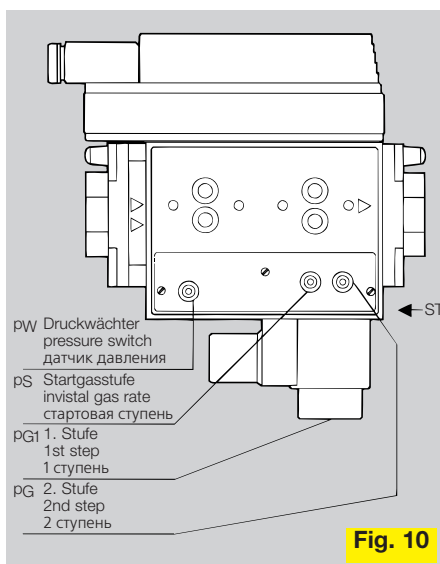

Fig. 10
der Druckregler durch Lösen einer Verschlußschraube (ST) in Startgasstellung gehalten werden (Fig. 10). Nach Einstellung Verschlußschraube wieder festziehen. Nach ca. 3 - 12 s Haltezeit gedämpfter Druckanstieg von p_S auf p_{G1} 1. Stufe (Fig.11). Mit dem Anlegen der Spannung an die Magnetspule Antrieb „Z“ steigt der Ausgangsdruck p_G bis auf den eingestellten Wert der 2. Stufe (Fig.11).
coil(s), valves 1 and 2 open. For the adjustment of the start gas pressure, the governor can be kept in the start gas position by loosening the screw plug (ST) (Fig. 10). Following the precision adjustment retighten screw plug. After approx. 3 - 12 s damped pressure increase from p_S to p_{G1} 1st step (Fig.11). When applying voltage to the solenoid coil actuator "Z" the outlet pressure p_G increases up to the set value of step 2 (Fig.11).
2 клапаны. Для настройки начального давления регулятор давления может поддерживаться в стартовом положении при ослаблении резьбовой заглушки (ST) (Fig. 10). После точной регулировки снова завернуть заглушку. Через примерно 3 - 10 с выдержки происходит плавное повышение давления с p_S до p_{G1} (Fig.11). При подаче напряжения на электромагнитную катушку привода "Z" выходное давление p_G повышается до установленного значения 2 ступени (Fig.11). При размыкании цепи, например, термостатом, выходное давление p_G снова понижается до значения 1 ступени.
Achtung! Zur Einstellung der 1. Stufe mittels Imbusschlüssel SW, 2,5 muß 25 mm Freiraum zur Verfügung stehen (Fig. 10). Die Drücke p_S und p_G 2. Stufe werden auf
Attention! The adjustment of the 1st step via Allen key SW, 2.5 requires 25 mm free space (Fig. 10).
Внимание! для установки 1 ступени ключом SW 2,5 требуется 25 мм свободного пространства (Fig. 10). Значение давления p_S и p_G указывается